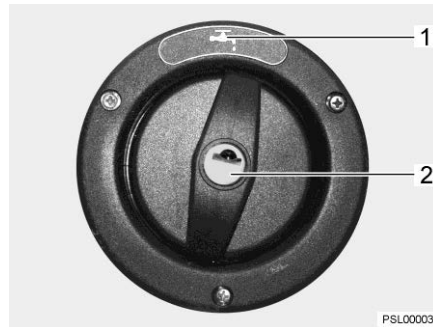

Bild 81 Lock för påfyllningsöppningen för dricksvatten
- ▷ Påfyllningsöppningen för dricksvatten är märkt med symbolen  (Bild 81,1).
- ▷ Hur man öppnar och stänger locket för påfyllning (Bild 81,2) beskrivs i avsnitt 11.2.